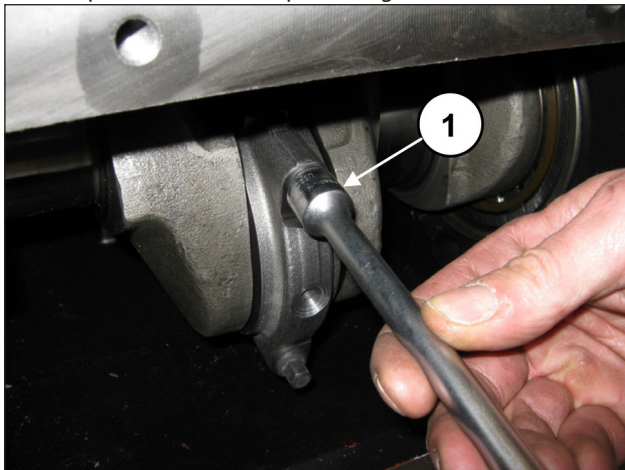

Fig. 17
Solte os parafusos da haste (pos. ①, Fig. 17).